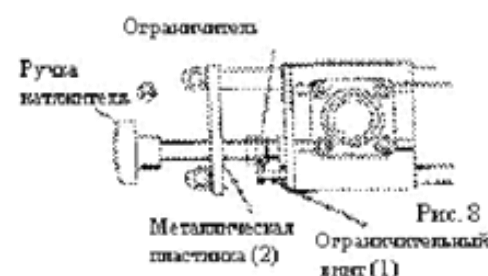

Рис. 8
- 16.1 Отклонение ножа от правильного положения вследствие слабого натяжения. (натяните нож, поворачивая ручку натяжителя до тех пор, пока ограничитель (1) не войдет в контакт с ограничителем (2), как показано на Рис.8, стр.4).